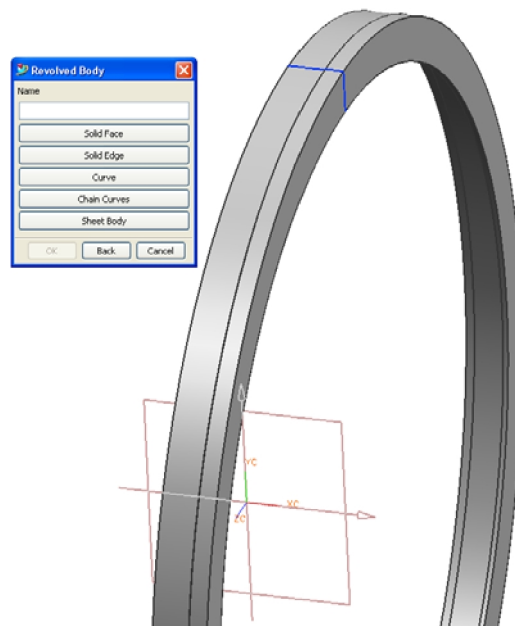

Рис. 100. Тело вращения лабиринта
6. Создайте тело вращения, используя полученное сечение: **Revolved Body: Insert** → **Design Feature** → **Revolve...** Выберите контур меридионального сечения лабиринта в графической области, нажмите **OK**, выберите метод построения построение **Axis and Angle**, выберите ось **XC**, принимаем по умолчанию предлагаемый начальный угол 0 градусов и конечный угол 360. В результате должно получиться тело вращения (Рис. 100).